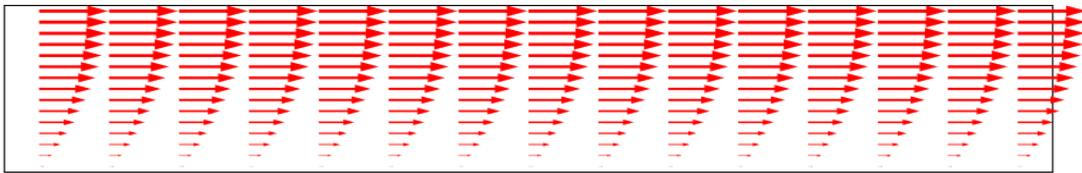

FIGURE 1 – Profil d'écoulement.
7. Déterminer exactement  $u(y)$ . D'après le profil de vitesse de la figure 1 plus bas, quel est le signe de  $\alpha$  ?